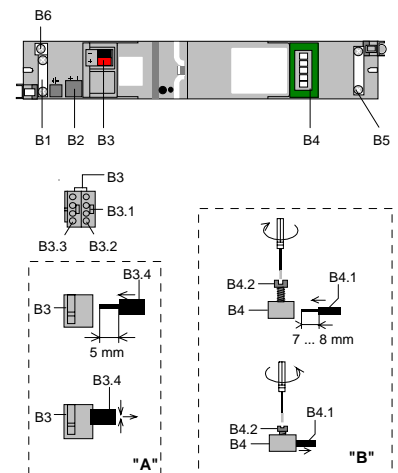

Bild 3: Anschlüsse
#### Busklemme abziehen (Bild 3)
#### Busklemme aufstecken (Bild 3)
#### Anschließen der Busleitung (Bild 3 "A")
- Der Leitungsmantel der Busleitung ist mit der Leitungsfixierung (B1) am Gehäuse des Einbaugerätes zu befestigen. Wird eine Leitung mit Abschirmung verwendet, kann diese an der Klemme (B6) festgeschraubt werden (Bild 3).
Die Aussparung (B2) dient zur Aufnahme eines Überspannungsschutzes. Die Anschlüsse werden parallel zu der Buslinie in die Busklemme eingesteckt (Bild 3).
#### Abklemmen der Busleitung (Bild 3 "A")
#### Netzspannung und DALI anschließen (Bild 3 "B")
#### Netzspannung und DALI abklemmen (Bild 3 "B")